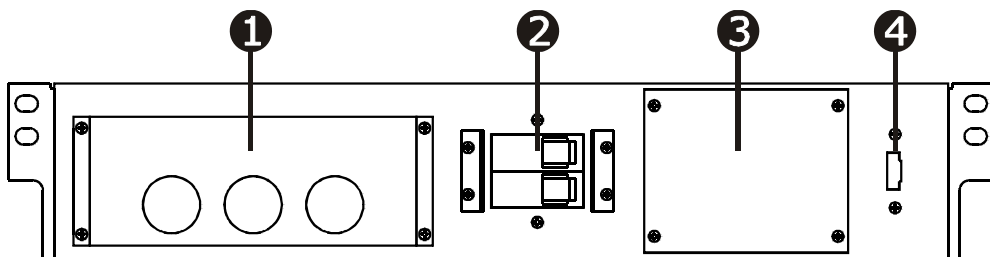

Рисунок 1 – Передняя панель модуля MBS 1/1 6-10К
- снять защитную крышку клеммной колодки **1** (см. рисунок 1) модуля, снять аналогичную защитную крышку ИБП;
- соблюдая фазировку соединить клеммные блоки входа переменного тока ИБП с правым клеммным блоком **9** и клеммными блоками **7** (см. рисунок 1) модуля;
- соблюдая фазировку соединить клеммные блоки выхода переменного тока ИБП с клеммными блоками **6** (см. рисунок 1) модуля;
- соблюдая фазировку подключить проводники нагрузки к левому клеммному блоку **9** и клеммным блокам **5** (см. рисунок 1) модуля;
- соблюдая фазировку подключить сетевые проводники к правому клеммному блоку **9** и клеммным блокам **8** (см. рисунок 1) модуля;
- убедиться в надежности присоединения проводников, установить защитную крышку клеммной колодки **1** (см. рисунок 1) модуля и аналогичную защитную крышку ИБП, затянуть фигурные гайки кабельных вводов защитной крышки ИБП;
- соединить сигнальным кабелем из комплекта поставки модуля разъем «**Порт контроля**» **4** (см. рисунок 1) модуля с разъемом «**Порт контроля Uвых**» ИБП, закрутить винты разъемов сигнального кабеля.
- убедиться, что автоматический выключатель **2** (см. рисунок 1) модуля находится в выключенном состоянии;
- снять защитную крышку переключателя обходной цепи **3** (см. рисунок 1) модуля, убедиться, что переключатель обходной цепи модуля находится в положении «**UPS**», установить защитную крышку на место;
- включить автоматический выключатель **2** (см. рисунок 1) модуля;
- снять защитную крышку переключателя обводной цепи **3** (см. рисунок 1) модуля; если предыдущий пункт не был выполнен, то при снятии защитной крышки срабатывает концевой выключатель модуля, сигнал с него транслируется посредством сигнального кабеля в ИБП, и ИБП принудительно переключается на встроенную обводную цепь;
- отключить автоматический выключатель **2** (см. рисунок 1) модуля, дождаться полного выключения ИБП.
- включить автоматический выключатель **2** (см. рисунок 1) модуля, при этом напряжение сети подается на вход ИБП, и ИБП должен перейти в режим работы по встроенной обводной цепи;
- установить защитную крышку переключателя обводной цепи **3** (см. рисунок 1) модуля на место;